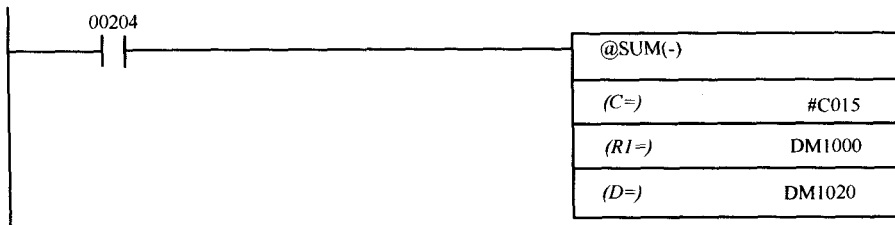

图 7-18 OMRON 的 SUM(-) 指令
- n 从1到长度数值的序号。每次指令的控制逻辑保持为真时,在每次扫描循环中都会使得相应序号的计算操作执行,直到整个文件操作完毕。若想重新启动FAL指令,指令的控制逻辑必须先变为假,再变为真。图7-18显示了一个编写好的FAL指令在这种模式下执行的情况。
1) SUM(-) 指令，如图 7-18 所示将从连续存储器区域中得到的字或者字节相加求和。当其控制逻辑为保持为真时，每次扫描循环都会再计算一次，除非使用微分形式 @SUM(-) 指令，在这种情况下每当控制逻辑由假变为真时只会再计算一次。控制字 (C, 第一个参数) 代表了用于相加的数据值的大小、数目及类型。C 的低 12 位必须是一个介于 000 与 999 之间的 BCD 数，用以指示包含需要相加的数据地址号码。C 的高两位指示了数据值会被译码为 BCD (如果为 00) 还是译码为无符号二进制数 (如果为 01)，又或者译码为有符号二进制数 (如果为 11)。C 的另外两位 (位 12、13) 代表了将所有 16 位数据字相加 (如果为 00)，或者仅将数组中每个字的最右边字节相加 (如果为 11)，或者将所有字节相加 (如果为 10)。接着，范围字 (R1, 第二个参数) 代表了需要相加的数值的起始地址。最后，目的字 (D, 第三个参数) 代表了 32 位结果将要存入的第一个双字地址。低 16 位存入指定地址中，高 16 位存入紧跟其后的地址中。
在图 7-18 中，使用了 SUM(-) 的微分形式，因此每次 IR00104 由假变为真时，求和运算仅执行一次。控制参数被当作常数输入，代表 15 个数值需要求和 (如果 R1 参数为 DM1000，那么便从 DM1000 至 DM1014)。从这些地址得到的数值被当作 16 位有符号二进制数值 (控制字参数的高 16 位为 C，在二进制下为 1100)。32 位有符号二进制结果保存在地址 DM1020 和 DM1021 中。